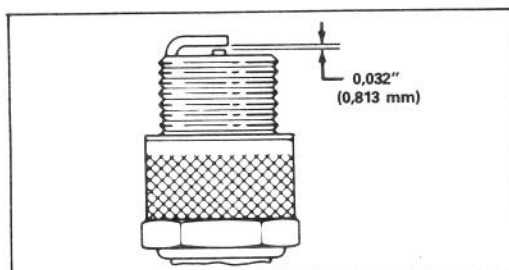

Figure 12
3. Réglez l'écartement des électrodes à 0,032" (0,813 mm) (Fig. 12). Installez la bougie réglée avec son joint. Serrez-la à 15 ft-lb (20,4 N-m).